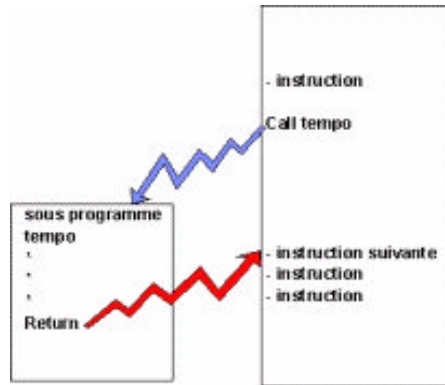

Figure 4 – L'instruction Call
Rôle : Cette instruction sert à exécuter un sous programme. Dès que le PIC rencontre cette mnémonique le compteur de programme (CP) se charge avec l'adresse du sous programme à exécuter, auparavant il y a une sauvegarde de l'adresse courante du CP (dans la pile du PIC), en fin de sous programme une deuxième instruction (RETURN) que nous verrons plus loin sert à revenir à la position où était le programme avant d'être dérivé (**figure 4**).